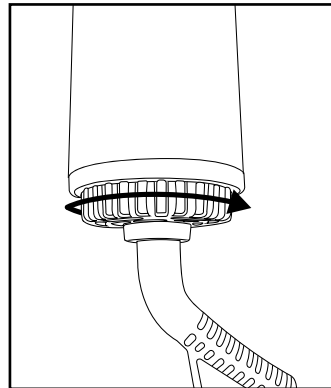

Fig. 3
- Rengør filteret bag luftindsugningsgitteret **4** med jævne mellemrum, men senest, når du kan se, at det er snavset. Tag luftindsugningsgitteret **4** af (se fig. 3 og 4) ved at dreje det, indtil det ikke kan drejes mere, hvorefter det trækkes ned (drej evt. en smule frem og tilbage). Fjern trævler og urenheder på filteret med fingrene og evt. en blød børste.